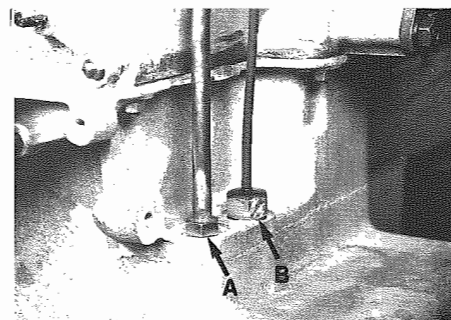

Fig. 61 - A) Asta livello olio - B) Sonda elettrica livello olio
- Smontare la guaina asta livello olio e la sonda elettrica livello olio (**Fig. 61**).
- Remove oil dipstick sheath and oil level sender unit (**Fig. 61**).